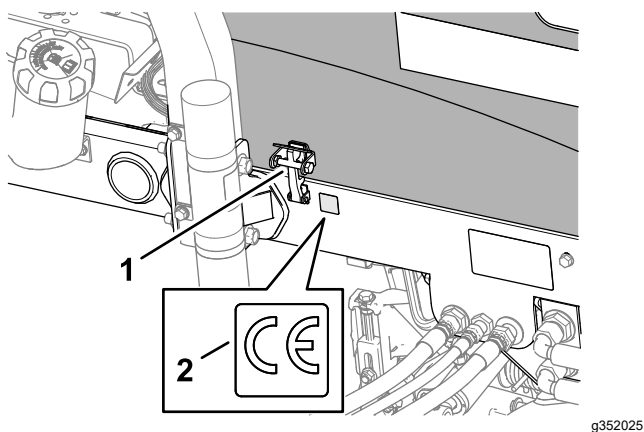

图 22
3. 用酒精擦拭靠近机罩门锁的左机架并让机架干燥图 22。
4. 撕去 CE 标贴零件号 133-8095 的背衬并将其贴到机架上如图 22 所示。